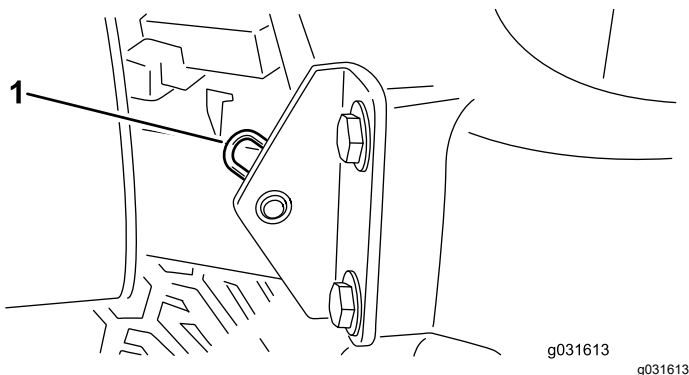

Figura 32
2. Tire o perno de gancho que fixa a articulação do capot aos suportes de montagem (Figura 32).